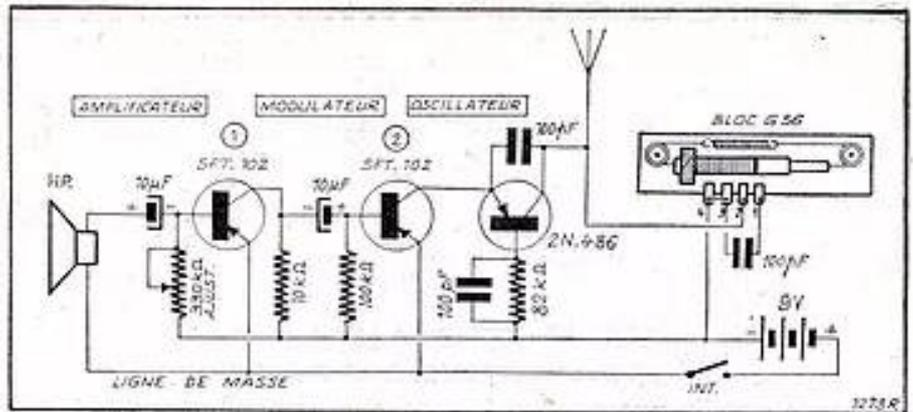

FIG. 7. — Schéma.
CABLAGE (fig. 7). — Les connexions sont ainsi réalisées : une des cosSES du haut-parleur est branchée à la masse (pôle positif de la batterie d'alimentation). La cosse libre du haut-parleur est reliée au pôle positif d'un condensateur électrochimique de  $10\ \mu F/16\ V$ . Le pôle négatif de ce condensateur électrochimique est connecté à la base du 1er SFT. 102 (1). La base de ce transistor est branchée à une résistance au graphite ajustable de 330 k $\Omega$ . La cosse restant libre de cette résistance ajustable est reliée au pôle négatif de la batterie d'alimentation. L'émetteur du SFT. 102 (1) est connecté à la masse (pôle positif de la batterie d'alimentation). Le collecteur du SFT. 102 (1) est branché à une résistance de 10 k $\Omega$ . L'autre fil, libre, de cette résistance est relié au pôle négatif de la batterie d'alimentation. Le collecteur du SFT. 102 (1) est